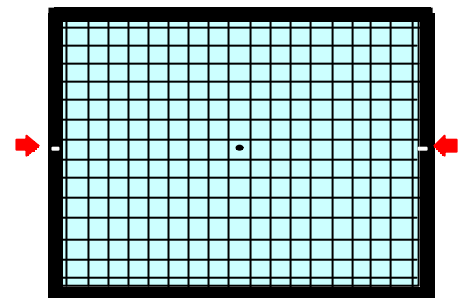

Fig.1-6
2. クロスハッチ画面中心のドットマークが CRT のセンターマークと一致するように調整する。(Fig1-6)